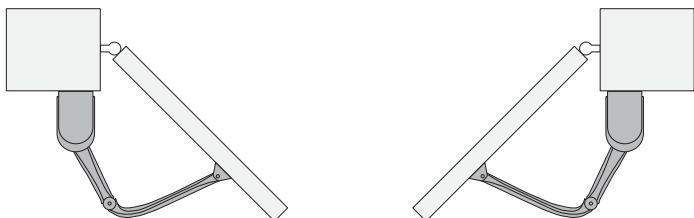

Fig.20
11. Po zainstalowaniu i wyregulowaniu silników, należy przesunąć skrzydła bramy do połowy ich przesuwu. W ten sposób, po dokonaniu wszystkich połączeń elektrycznych, skrzydła bramy będą mogły wykonać w prawidłowy sposób procedurę samoczenia otwierania i zamykania **rys. 20**.